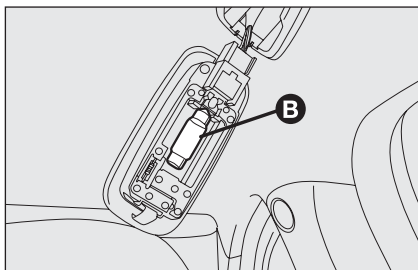

fig. 41
- ☐ sustituya la lámpara **B-fig. 41** desenchajándola de los contactos laterales y asegúrese de que la nueva lámpara quede bloqueada correctamente entre los contactos.